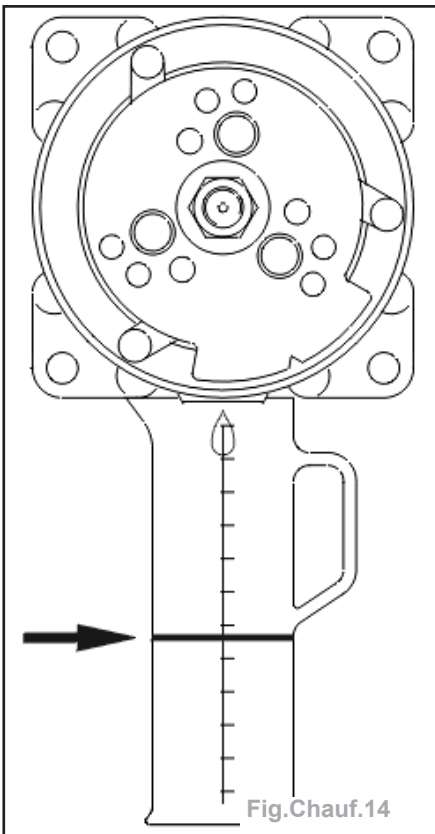

Fig.Chauf.14
- Retourner le compresseur et laisser l'huile s'écouler (Fig.Chauf.14).